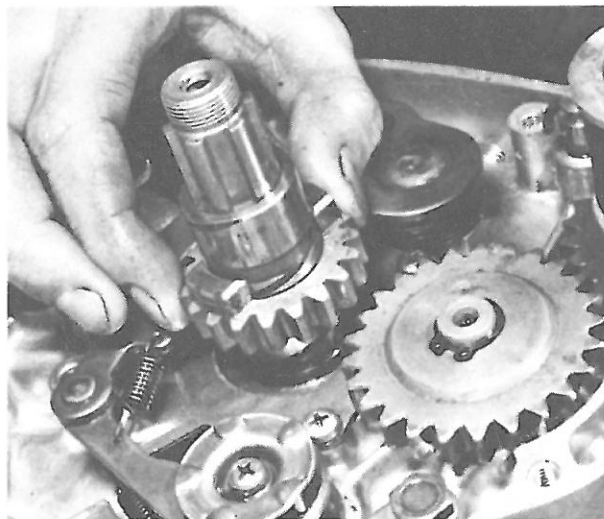

Bild 96
- Kickstarterzahnrad mit Nocken nach oben aufschieben (Bild 96).